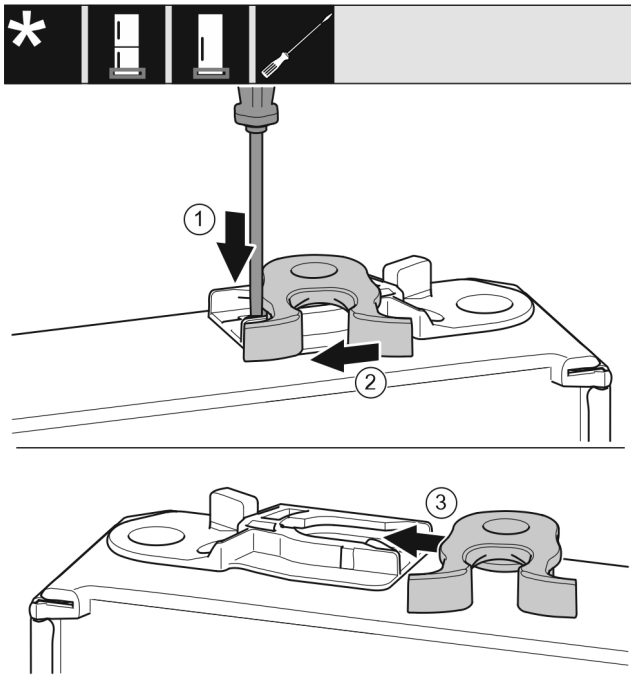

Fig. 19
- ▶ Tryk lasken Fig. 19 (1) nedad med en kærnskruetrækker.
- ▶ Træk låsekrogen Fig. 19 (2) ud af føringen.
- ▶ Skub låsekrogen Fig. 19 (3) ind i føringen på den anden side.